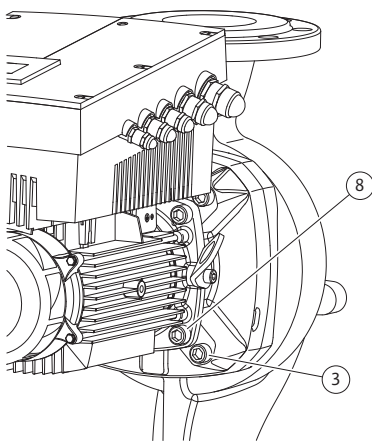

Fig. 52: Ievietojamā moduļa izvēršanas
11. Atskrūvēt un izņemt skrūves (Fig. 7, 3. poz.). Atkarībā no sūkņa modeļiem jāizvēlas ārējās skrūves (Fig. 52, 3. poz.). Ievietojamais modulis (skatīt Fig. 13) pēc skrūvju izņemšanas droši paliek sūkņa korpusā; arī horizontālas motora vārpstas pozīcijas gadījumā nepastāv risks, ka tas varētu izkrist.
16. Atkarībā no sūkņa modeļa atskrūvēt skrūves (Fig. 7, 10. poz.) vai arī skrūves (Fig. 52, 8. poz.).
22. Starpkorpusu uzmanīgi uzlikt uz vārpstas un novietot jaunā vai citā vēlāmā leņķa pozīcijā attiecībā pret motora atloku. Vienlaicīgi ņemt vērā atļautās detaļu uzstādīšanas pozīcijas (skatīt nodaļu 7.1 "Pieļaujamie montāžas stāvokļi un detaļu kārtības izmaiņa pirms uzstādīšanas." 19. lpp). Starpkorpusu pie motora atloka nostiprināt ar skrūvēm (Fig. 7, 10. poz.) **vai** – sūkņu modeļiem/ starpkorpusu modeļiem (Fig. 52) – ar skrūvēm (Fig. 52, 8. poz.).